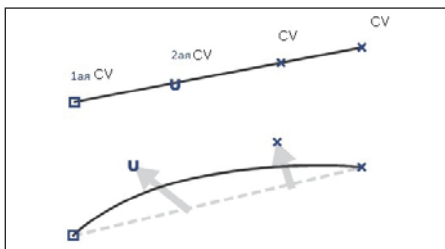

Рис. 7. Контрольные точки — CV
Любая кривая в Alias состоит из управляющих (Control Vertices) и узловых (Edit Point) точек. Управляющие точки (CV) контролируют "вытягивание" кривой от прямой линии между узловыми точками (EP). CV — основной инструмент управления формой кривой (рис. 7).